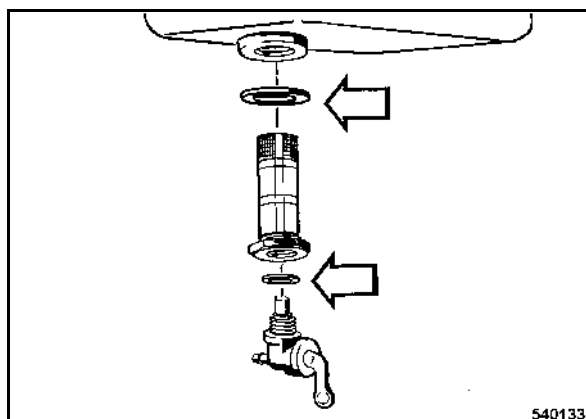

fig. 55
- Revisser le tamis et le carburant avec des joints neufs (fig. 55).